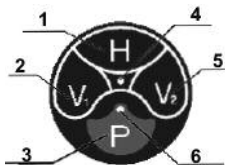

Fig. 3
2. Activez le faisceau horizontal H, les faisceaux verticaux V1 et V2, et le point d'aplomb vers le bas en appuyant sur les boutons correspondants du tableau de commande. (Voir fig. 3)